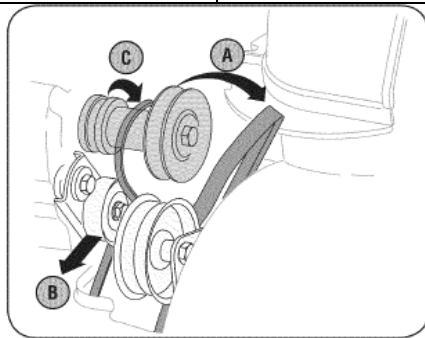

Рис. 29
3. Демонтируйте ремень следующим образом См. Рис. 29: